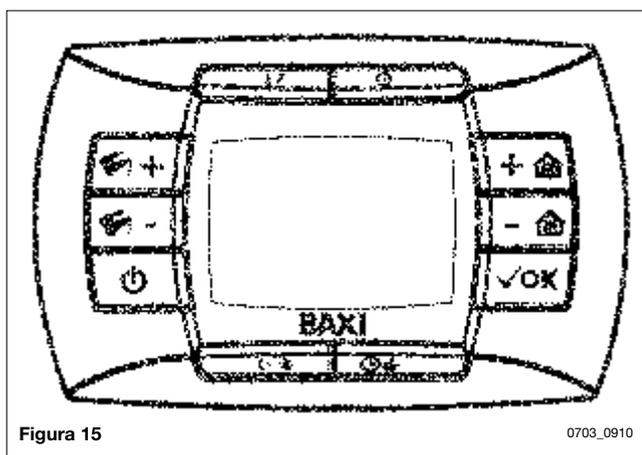

Figura 15
- premere e mantenere premuto il tasto **ON** e successivamente premere il tasto **DOWN** (vedere figura 15).